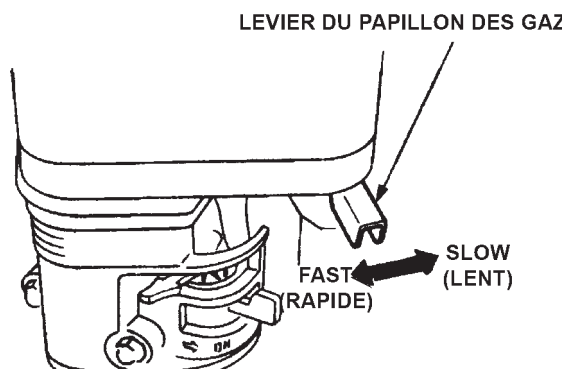

Figure 14. Levier de papillon des gaz (Position Marche)
- Pour commencer à utiliser la truelle, déplacez le levier de papillon des gaz (Figure 14) vers la position « *FAST* » (RAPIDE).
- Déplacez le levier de papillon des gaz vers la position « *IDLE* » (RALENTI) ou « *SLOW* » (LENT) (Figure 14) et faites tourner le moteur pendant trois minutes à vitesse lente.